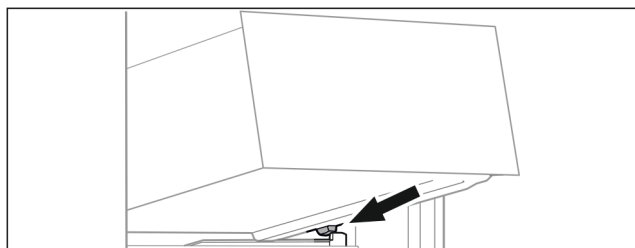

Fig. 73
- Schubfach schräg hinter den Stoppern auf Behälterrippe aufsetzen. (siehe Fig. 73)